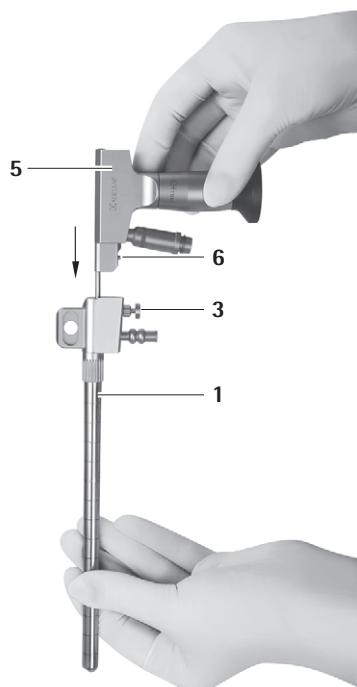

Fig. 2
- Låsa endoskopet **5** i MINOP InVent-troakaren **1**, se Fig. 2.